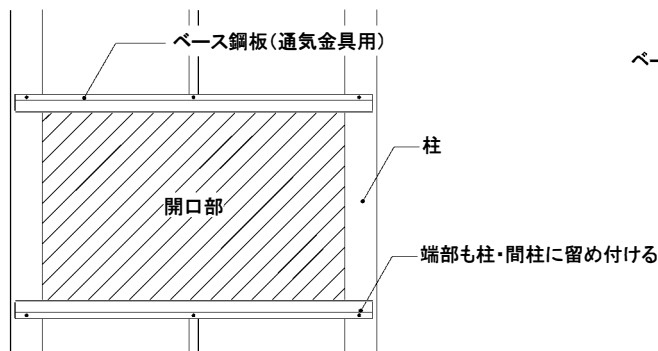

図1 ベース鋼板(通気金具用)の施工位置
- 開口部まわりはベース鋼板(通気金具用)を開口部上下に取り付けてください。(図1、2参照)